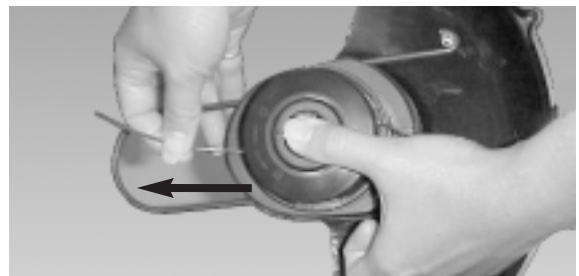

Fig. 9
1. Antes de encender el orillador de pasto la primera vez , asegúrese que el hilo de nylon toque o exceda la longitud hacia la navaja que cortara el hilo en la guarda protectora. Si el hilo no es suficientemente largo, presione el botón del cabezal y al mismo tiempo jale el hilo de nylon (Fig. 9).